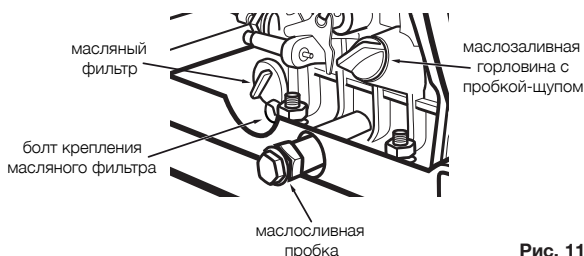

Рис. 11
- вывернуть пробку-щуп и маслясливную пробку (см. рис. 11);
- выкрутить болт крепления масляного фильтра и аккуратно вытащить фильтр (см. рис. 11);